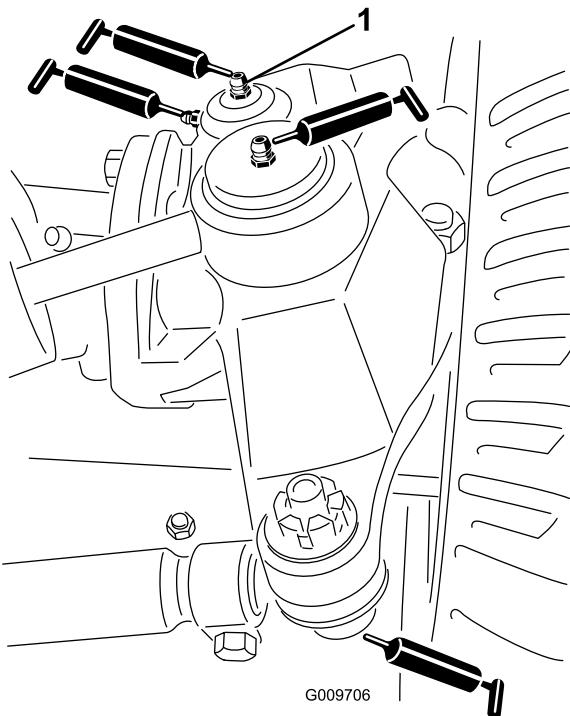

Figura 28
- Giunti a sfera (2) del cilindro di sterzo (Figura 28)
- Giunti a sfera (2) del tirante (Figura 28)
- Boccole (2) sul perno del fuso a snodo (Figura 28) **Il raccordo superiore sul perno del fuso a snodo richiede soltanto una lubrificazione annuale (2 pompage).**